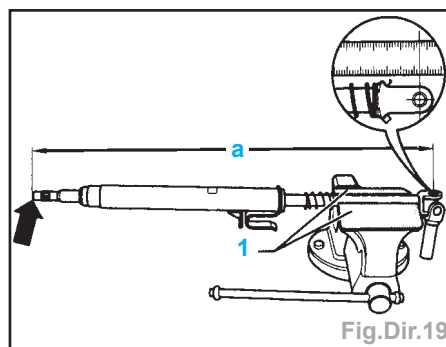

Fig.Dir.19
- Rechercher le centre de l'articulation (1) et le marquer (Fig.Dir.19).